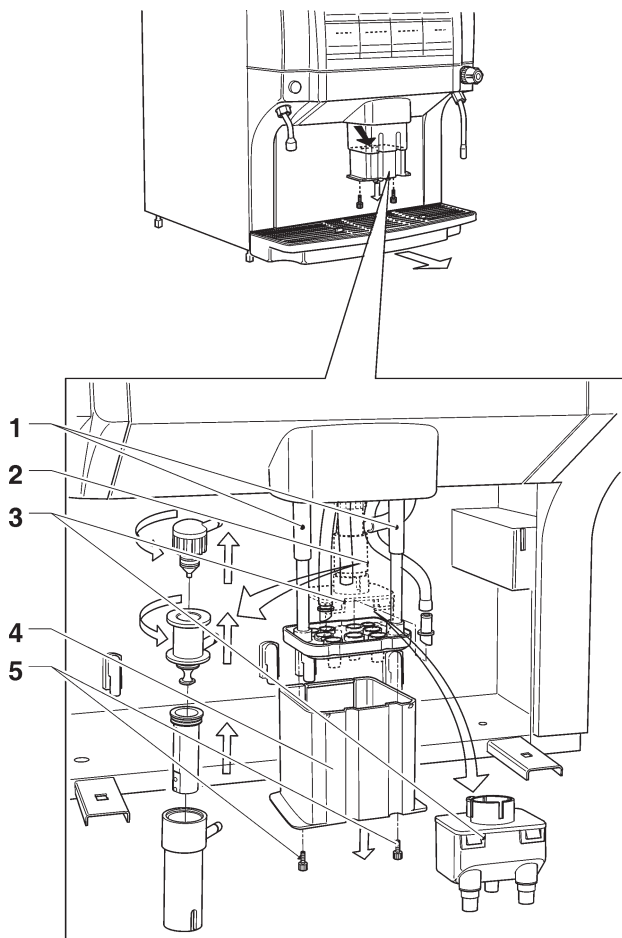

Fig. 9
- estrarre il milker (se presente) dall'ugello divisore di flusso (vedi fig. 9)